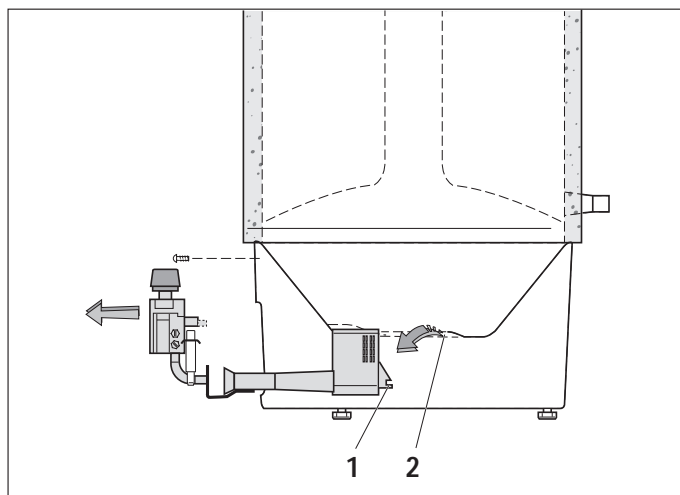

Abb. 15 Brenner ausbauen
- Zusammenbau in umgekehrter Reihenfolge vornehmen. Bei der Montage des Brenners beachten, dass die Nut (Abb. 15, Position 1) des Brenners richtig in den Brennraumtrichter (Abb. 15, Position 2) eingerastet ist.